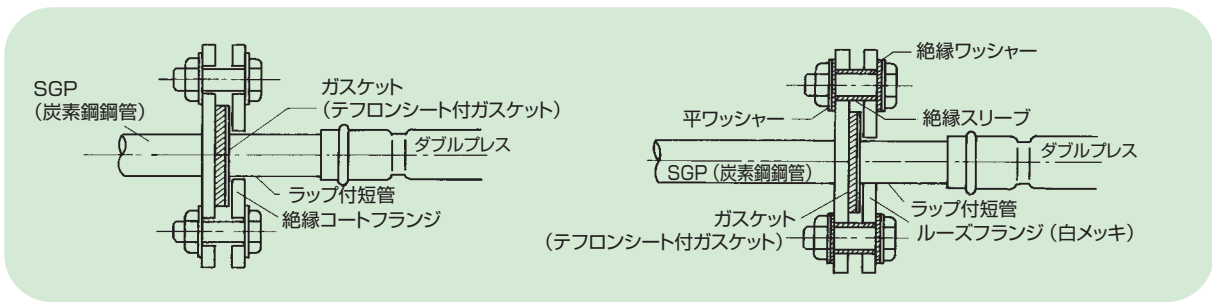

図2-10-1 フランジによる接合
- フランジ接合の場合はコートフランジ又は絶縁ボルト・ナットをお使いください。(図2-10-1)